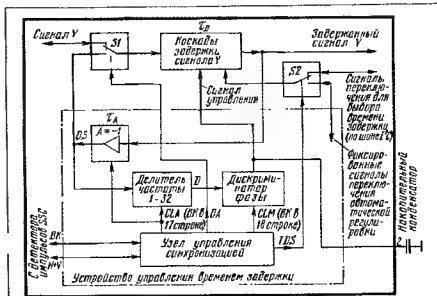
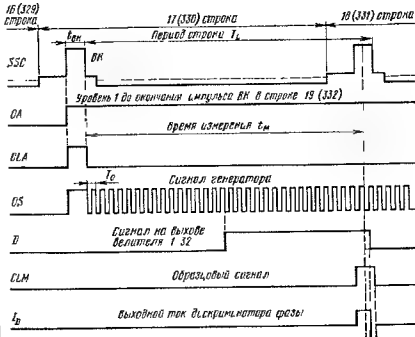

Рис. 10
Рис. 11
держки сигнала яркости в микросхеме ТРА4670 обеспечивается изменением постоянных токов через транзисторы. Их регулирует одновременно петля автоматической регулировки, которая сравнивает реальную задержку сигнала яркости с номинальным значением. В зависимости от их разницы формируется сигнал управления, стремящийся свести эту разность к нулю. Автоматическая регулировка происходит во время специальных строк кадрового гасящего интервала, когда сигнал изображения не передается. Работа устройства управления временем задержки проиллюстрирована рис. 10 и 11.
Для регулировки реальной задержки сигнала яркости создана петля обратной связи, которая для получения генератора включает в себя усилитель с коэффициентом передачи  $A=1$  (рис. 10). Входной сигнал усилителя представляет собой сигнал генератора прямоугольной формы  $OS$  (рис. 11). Его период  $T_0$  равен удвоенному значению времени задержки  $t_0$  плюс небольшая дополнительная задержка в усилителе  $t_1$  (она равна  $13,75$  нс). Следовательно,  $T_0=2(t_0+t_1)$ . Коэффициент 2 в формуле объясняется инверсией сигнала после усилителя.
Показанный на рис. 10 переключатель S2 позволяет выбирать каскады задержки при автоматической регулировке. При этом управление по шине ГС не происходит. Переключатель включается выходным сигналом управления синхронизацией TDS, полученным от импульса ВК сигнала цветовой синхронизации в 8-й или 321-й строке. Новый уровень черного фиксируется в каскадах задержки на восьми строках (9—16 или 322—329) после фронта сигнала TDS.
Автоматическая регулировка начинается во время строки 17 (330), когда переключатель S1 (см. рис. 10) включается
фронтом сигнала OA (рис. 11). Одновременно сигнал CLA, воздействуя на делитель частоты 1:32 и усилитель обратной связи, устанавливает нужную фазу сигнала генератора в начале времени измерения  $t_m$ . Фаза сигнала O на выходе делителя сравнивается в дискриминаторе с фазой образцового сигнала CLM (он идентичен сигналу CLA, но импульсы ВК в нем находятся в строках 18 или 331). Фаза спада сигнала D по отношению к середине образцового сигнала CLM определяет полярность выходного тока дискриминатора фазы  $I_D$ . Когда спад сигнала D совпадает с серединой сигнала CLM (на рис. 11 показано штриховой линией), среднее значение тока  $I_D$  равно нулю, так
как его положительная и отрицательная части равны. Если спад сигнала D отстает от середины сигнала CLM, среднее значение тока  $I_D$  положительно, так как его положительная часть преобладает над отрицательной (на рис. 11 показано сплошной линией).
После этого след импульса ВК сигнала цветовой синхронизации строки 19(332) или спад сигнала ОА (см. рис. 10) переключает переключатель S1, а сигнал TDS вновь переключает переключатель S2 в режим выбора времени задержки через шину I2C.